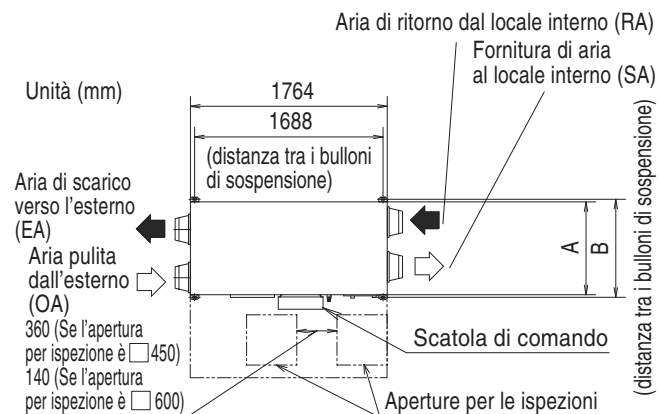

Fig. 2 (mm)
(1) **Controllare la relazione delle posizioni dell'unità e dei bulloni di sospensione. (Fare riferimento alla Fig. 2)** Lasciare lo spazio per gli interventi tecnici sull'unità e includere aperture per le ispezioni. (Aprire sempre un foro sul lato della scatola di comando in modo che il filtro dell'aria, l'elemento di scambio del calore, la ventola e l'elemento umidificatore possano essere facilmente ispezionati e assoggettati a manutenzione.)